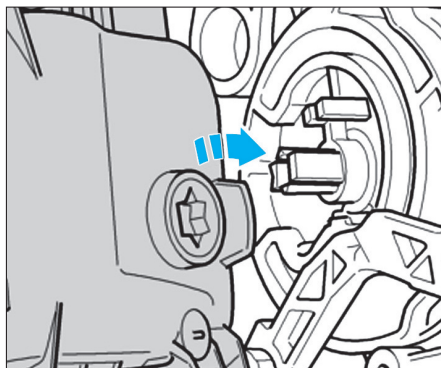

Fig. 24
- Le servomoteur de recyclage d'air ne s'engage que dans une seule position sur la came (Fig.24).